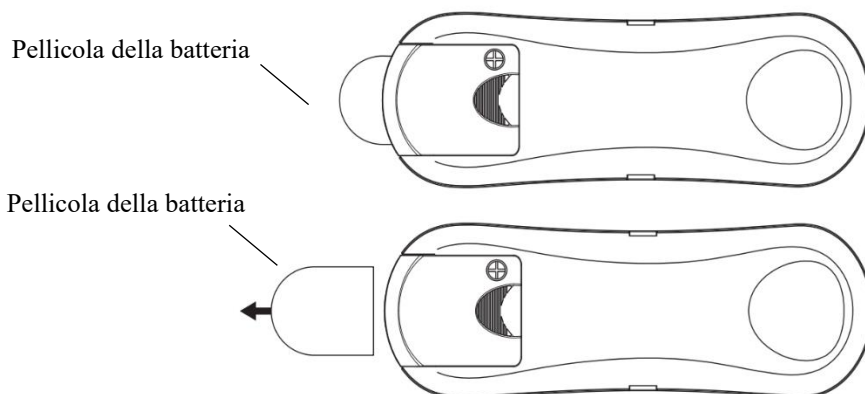

Fig. 12a
1. La batteria CR2032 è pre-installata nel telecomando. Quando si usa il telecomando per la prima volta, prima dell'uso togliere la pellicola che ricopre la batteria. (Fig. 12a)